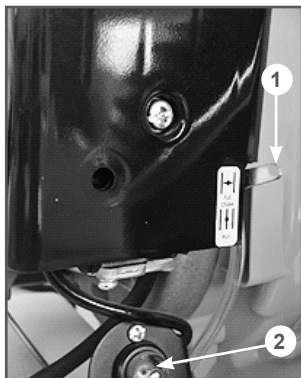

Рис. 17 Рычаг воздушной заслонки карбюратора и ручной топливный насос
3. Закройте воздушную заслонку карбюратора. Для этого рычаг 1 управления воздушной заслонкой установите в положение «ЗАКРЫТО» (Рис.17).
5. Нажмите ручной топливный насос 2 (Рис. 17) 7-10 раз до появления топлива в мембране.